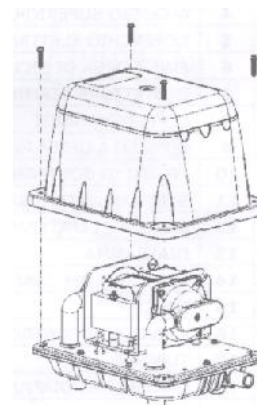

Figure 2
- Desfaceți șuruburile carcasei superioare și îndepărtați-o (fig.2).